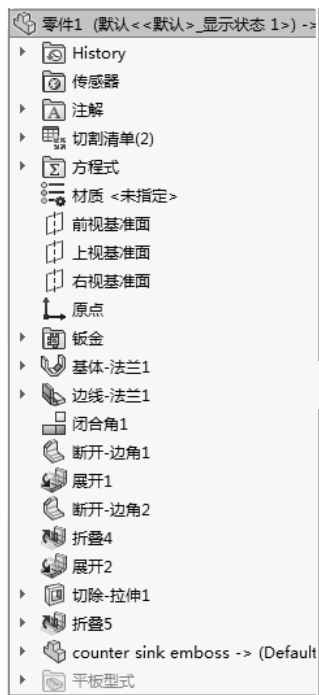

图 10-123 “放置成型特征”对话框
3) 随意拖放的成型特征可能位置并不一定合适，因此系统会弹出“放置成型特征”对话框，提示是否编辑成型特征的位置，如图 10-123 所示。用户可以单击“草图”控制面